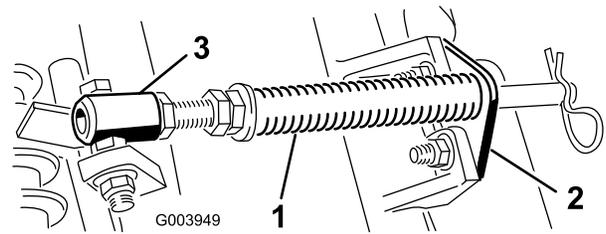

Figure 10
- A. Retirez les 2 boulons de carrosserie et les écrous de fixation du support de tige aux pattes du plateau de coupe (Figure 10).
- B. Retirez l'écrou à embase qui fixe le boulon du tube de ressort à la patte du bâti porteur (Figure 10). Déposez l'ensemble.